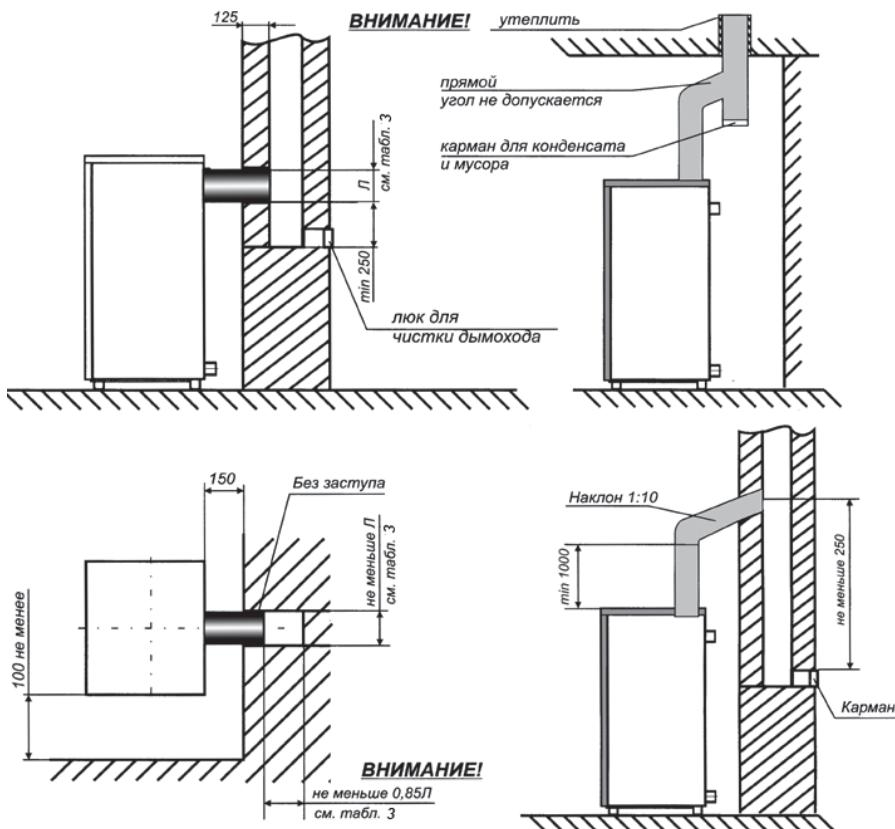

Рис. 4. Схема подключения котла к дымовому каналу и план установки котла
- 6.10. Присоединение котла к дымоходу (рис.4) должно осуществляться трубами из кровельной стали. Диаметр трубы должен быть не менее размера газохода котла. Трубы должны надвигаться одна на другую по ходу отвода продуктов сгорания не менее, чем на 0,5 своего диаметра, и быть уплотненными. Допускается подсоединять котёл к дымоходу гибким гофрированным металлическим патрубком при согласовании с газовой службой, но завод-изготовитель не рекомендует использовать гофрированный патрубок, так как могут возникнуть проблемы с тягой. Место соединения патрубка газохода с дымоходом должно быть герметичным. Не допускается подсоединять к дымоходу котла другие отопительные устройства и устанавливать на нем шибер.
- а) дымоход, к которому подключается котел, как правило, должен быть расположен во внутренней капитальной стене здания, рис.4. При расположении дымохода в наружной стене толщина кладки должна соответствовать указанной в таблице 3: